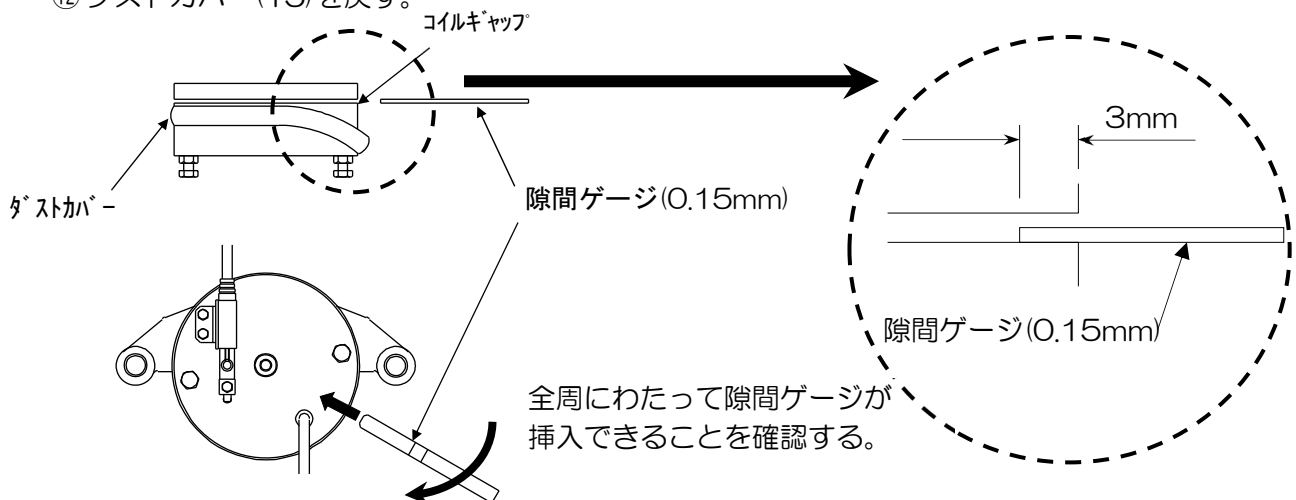

図4 コイルギャップの確認(全周)
⑨ダストカバー(15)をずらす。
⑩ 0.15mmの隙間ゲージをコイルギャップ (アーマチュア(1)とフィールド(2)の間) に挿入し、全周にわたって3mm以上隙間ゲージが挿入できることを確認する。(図4参照)
⑪ 全周に 0.15mm の隙間ゲージが挿入できなかった場合は、当社に連絡願います。
⑫ ダストカバー(15)を戻す。